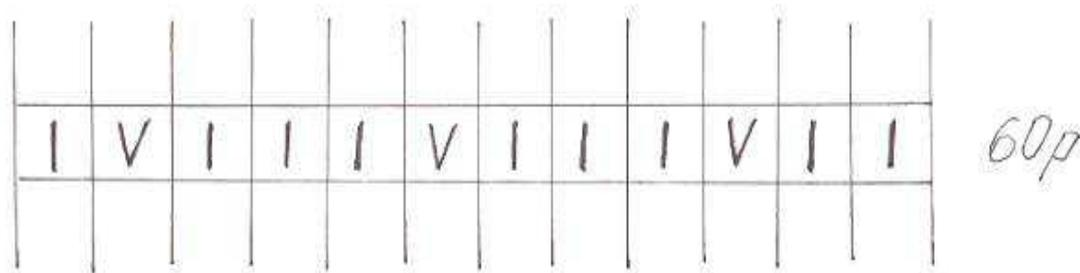

Рис.7 Схема неполного трикотажа
2. *Соединение деталей по петельному ряду.* При соединении деталей попетельному ряду швейной иглой (рис. 7) иглу продевают в 1-ю петлю крайнего петельного столбика детали А с изнаночной стороны, а затем вводят 1-ю петлю крайнего петельного столбика детали Б с лицевой стороны на изнаночную и выводят во 2-ю петлю с изнаночной стороны на лицевую. После этого иглу снова продевают в 1-ю петлю крайнего петельного столбика детали А с лицевой стороны на изнаночную. Далее процесс повторяется.
1.Заработок 20+0+20. Отвязать по схеме (рис.7) 50 рядов. Образец закрыть.